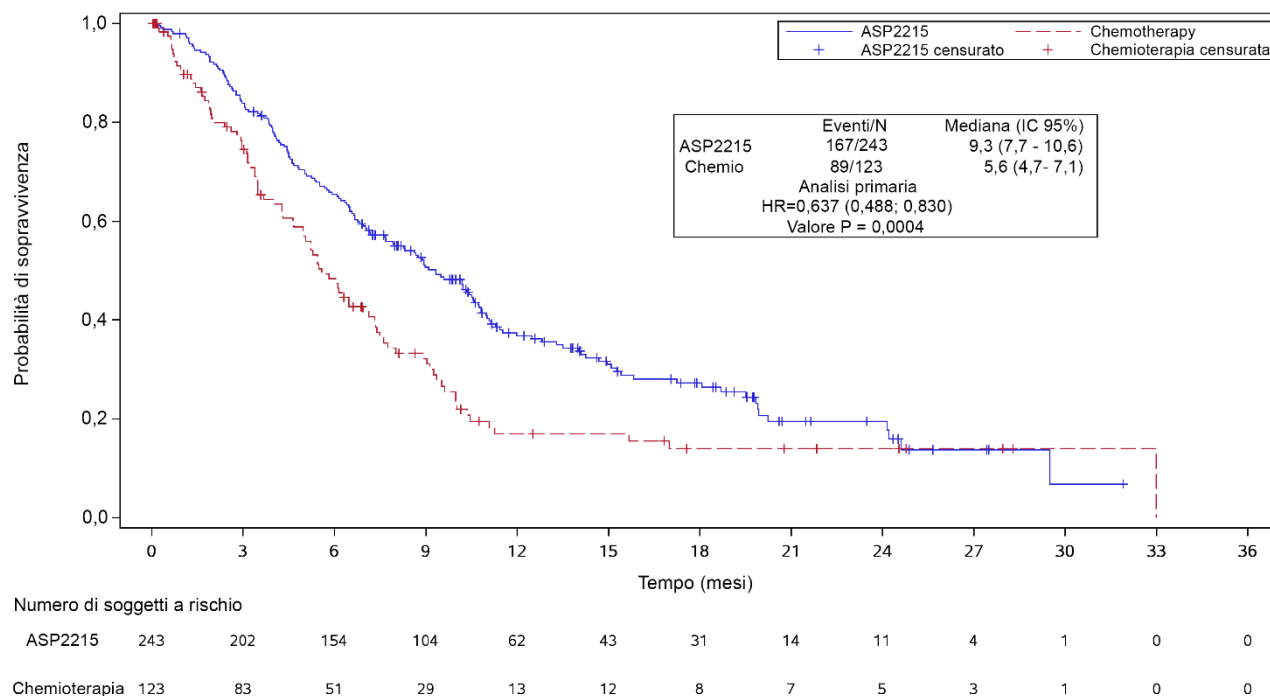

Figura 10 - Grafico di Kaplan-Meier della sopravvivenza globale.
- 18.1.6.1. All'analisi finale, l'OS mediana nel braccio gilteritinib fumarato è risultata più lunga (9,3 mesi) rispetto a quella della chemioterapia di salvataggio (5,6 mesi) nella popolazione CDx+. L'hazard ratio (HR) stratificato mediante regressione di Cox è stato stimato a 0,637 (IC 95% 0,488; 0,830) rispetto alla chemioterapia di salvataggio, valore p (log-rank stratificato a 1 coda) = 0,0004, corrispondente a una riduzione del rischio relativo di morte a favore del gilteritinib fumarato. Nella Figura 10 è mostrato il grafico di Kaplan-Meier.